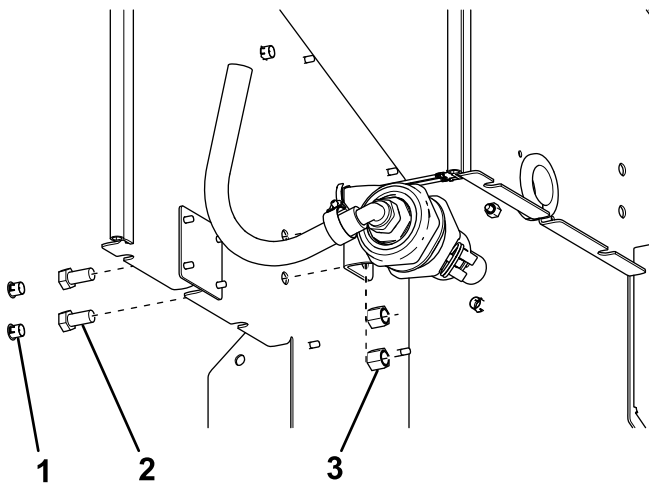

**Bild 11**
- Montieren Sie bei VBX-Streuern mit Stahlbolzenkette die Halterung über die Stahlbolzenkettenbaugruppe, wie in Bild 11 dargestellt.